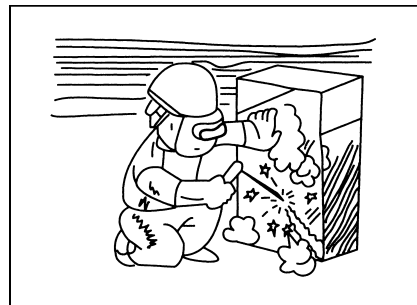

Рис.2-17
- Следует обеспечить хорошую вентиляцию на рабочей площадке. (Рис.2-17)